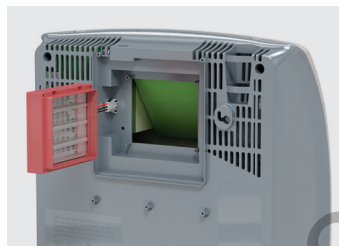

Рисунок 9
5. Подключите нагревательный элемент к разъему "мама" в приборе. Убедитесь, что соединение мама-папа надежно зафиксировано (рис. 9).